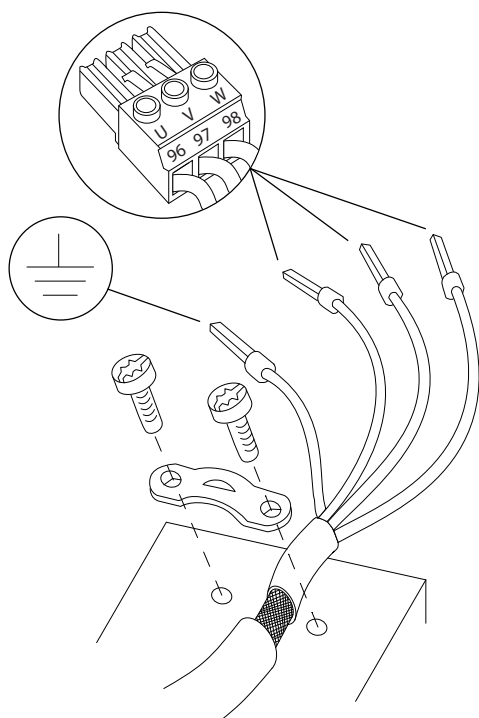

Bild 4.5 Motoranslutning
- Anslut jordningsledningen till närmaste jordningsplint, i enlighet med jordningsinstruktionerna i kapitel 4.3 Jordning, se Bild 4.5.
- Anslut trefasmotorkablarna till plint 96 (U), 97 (V) och 98 (W), se Bild 4.5.